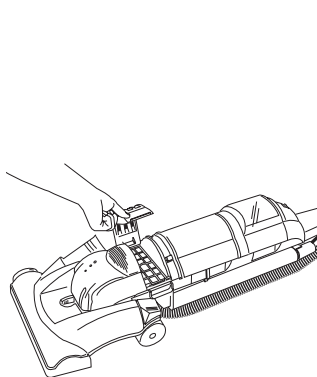

FIG. 26
Step 2: Remove bottom filter cover and filter (FIG. 26 & 27).
Paso 2: Quite la tapa del filtro y el filtro de abajo (FIG.26, 27).